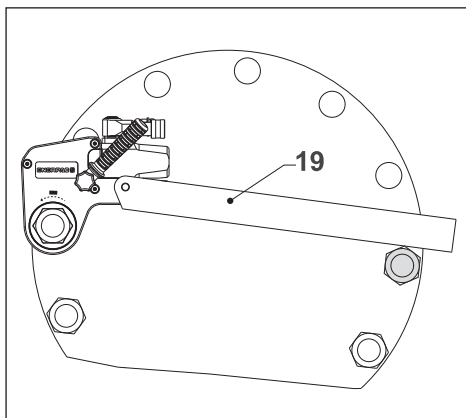
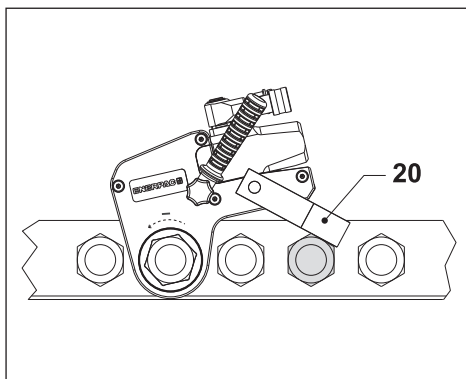

Fig. 11
Fig. 12
4.3.4 Usar um Braço de Reação Longo (fig. 11)
- Posicione o braço de reação longo da série WTE (19) contra um ponto de reação adequado. O ponto de reação irá neutralizar a força causada pela operação da ferramenta.
4.3.5 Usar a pá de reação (fig. 12)
- Posicione a pá de reação da série WRP (20) contra um ponto de reação adequado. O ponto de reação irá neutralizar a força causada pela operação da ferramenta.